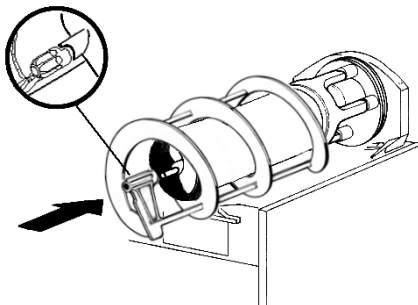

figura 14
- 6 - Colocar sobre el evaporador el rasador exterior, acoplándolo su extremidad anterior al árbol del rasador interior y haciendo coincidir los dientes de arrastre (ver figura 14).